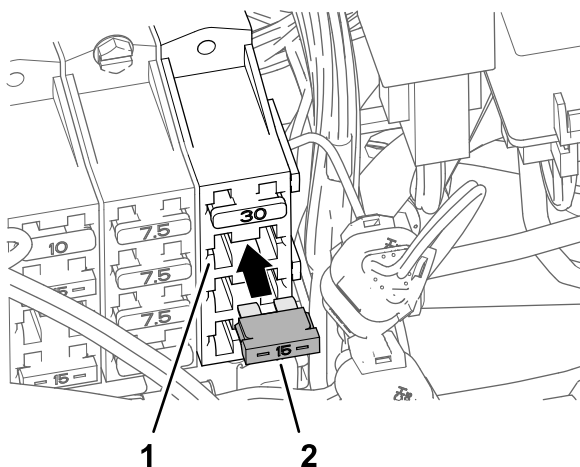

Figura 193
6. Inserite il fusibile (15 A) nella presa 2 del fusibile del portafusibili 3 fino a quando il fusibile non è completamente in sede (Figura 193).